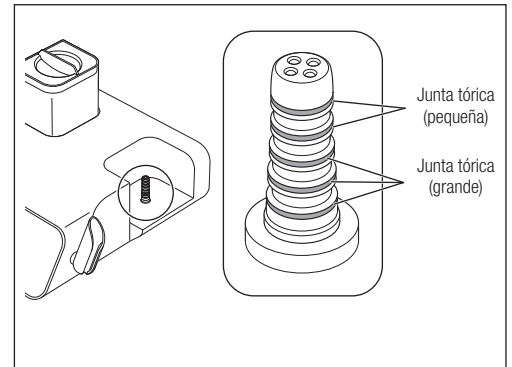

Fig. 47
- 1) Retire las juntas tóricas del conector de la base del depósito con la ayuda de una aguja, etc. (Fig. 47).
- Asegúrese de sustituir las juntas tóricas en la posición correcta, pues tienen tamaños distintos (Fig. 47).